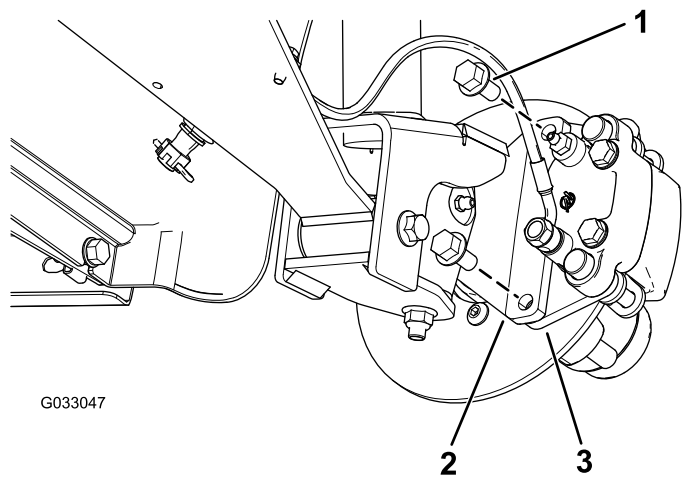
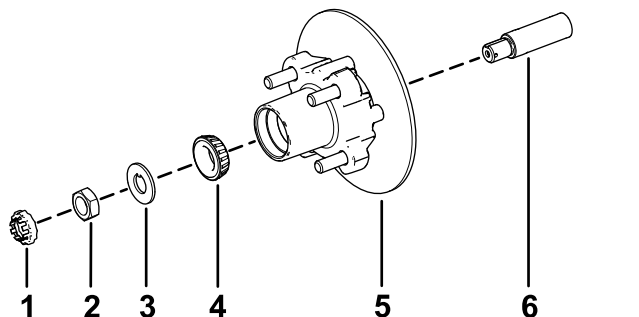

Figura 31
Figura 35
3. Îndepărtați uruburile cu guler ($\frac{3}{8} \times \frac{3}{4}$ ") care fixează suportul pentru ansamblul frânei pe ax i separai frâna de ax (Figura 31).
1. Aplicai un strat subire de lubrifiant specificat pe ax (Figura 35).
2. Montați butucul i rotorul pe ax, cu rotorul în interior (Figura 35).
3. Montați rulmentul exterior pe ax i aezai rulmentul pe calea de rulare exterioară (Figura 35).
4. Montați aiba de siguranță pe ax (Figura 35).
5. Înfiletați piulia pe ax i strângeți-o la un cuplu de 15 N·m, în timp ce rotii butucul pentru a fixa rulmentul (Figura 35).
2. Aliniați plăcuțele de frână de o parte i de alta a rotorului (Figura 31) i orificiile din suportul etrierului cu orificiile din suportul de frână al cadrului axului (Figura 35).
3. Fixați suportul etrierului pe cadrul axului (Figura 31), utilizând cele 2 uruburi cu guler ($\frac{3}{8} \times \frac{3}{4}$ ").